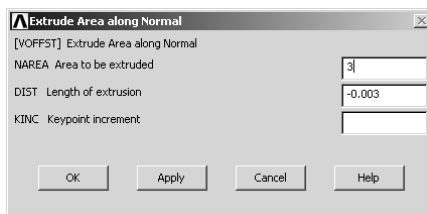

Рисунок 3.8 – Меню протягання площини уздовж нормалі
в) Витягніть створену поверхню (площину) на величину товщини ребра жорсткості (3 мм) уздовж нормалі до неї (рис. 3.8):
2. Завантажте файл бази даних опори вала (рисунок 3.8), створений на практичному завданні №3: